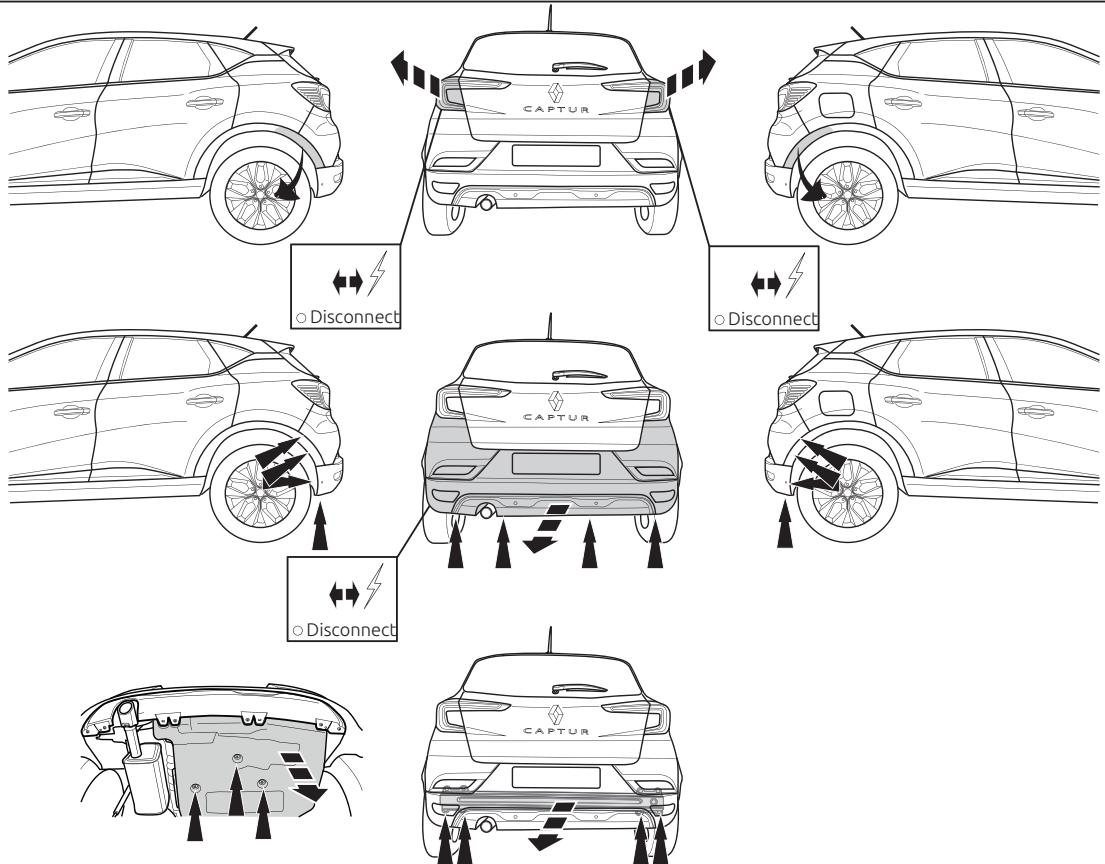

Fig. 1
2. Снять оба блока задних фар. Снять бампер вместе со буферным бруском автомобиля. Буферный брус больше не понадобится. См. рисунок 1.